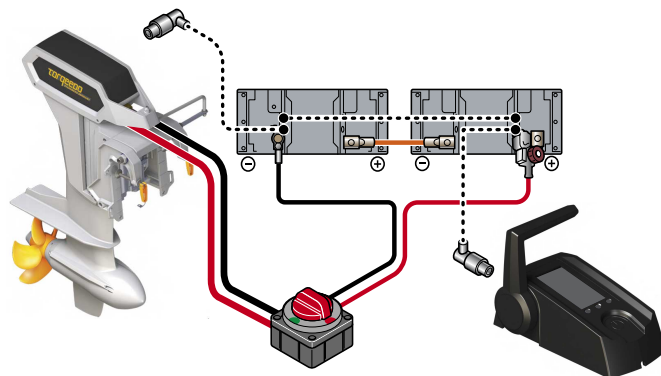

Fig. 15: Kopplingsschema 26-104
2. Anslut kabeln till batterierna, Se "Fig. 15: Kopplingsschema 26-104".